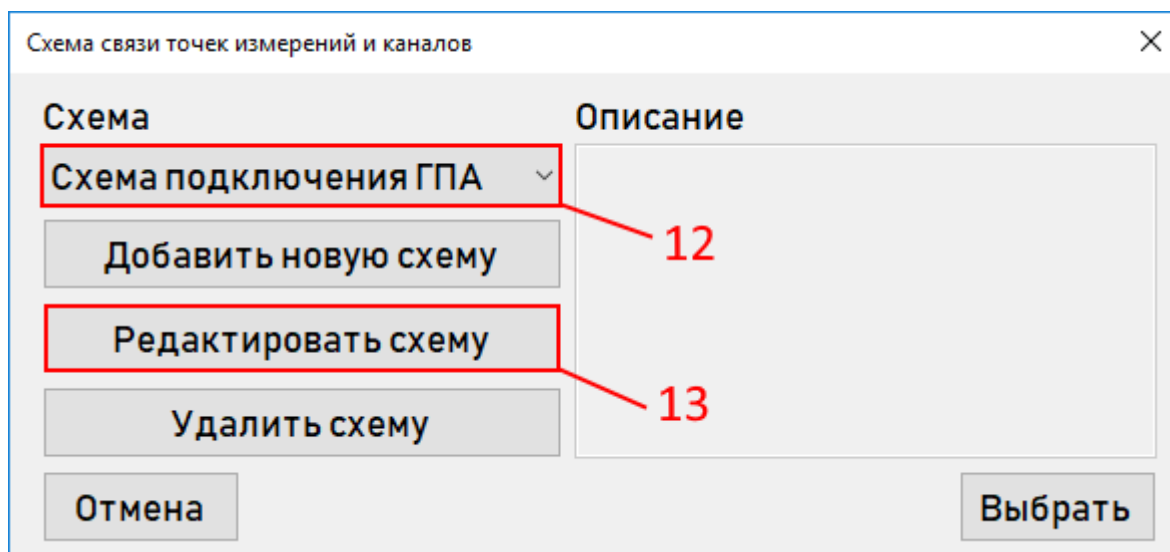

Рисунок 3.8.9
- выбрать нужную схему (см. Рисунок 3.8.9, поз. 12) и нажать кнопку «Редактировать схему» (см. Рисунок 3.8.9, поз. 13);